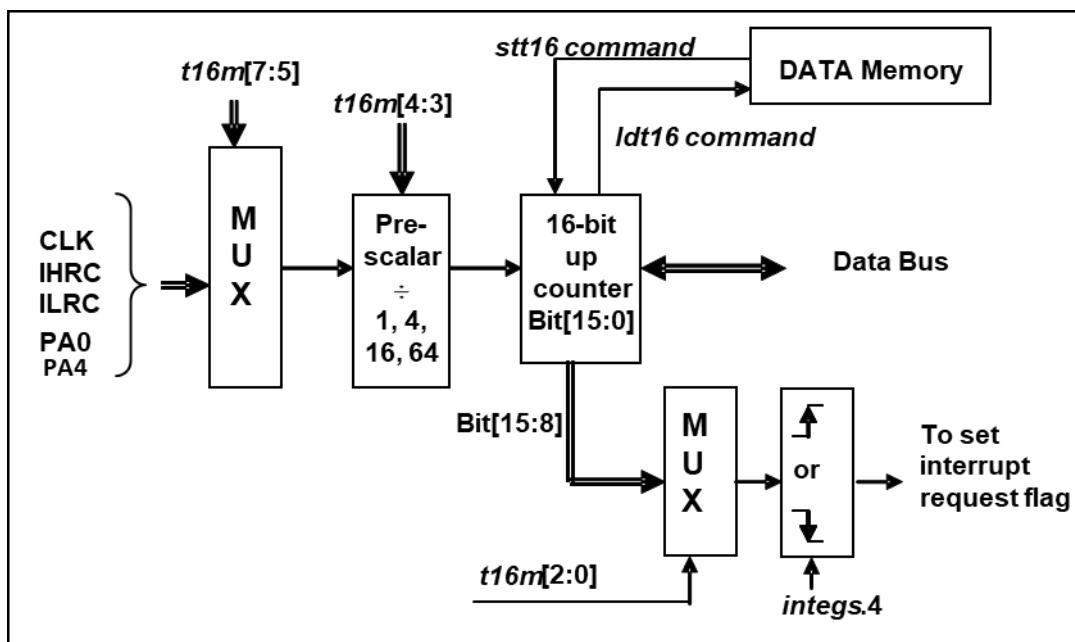

图 8: Timer16 模块框图
PMB183(B) 内置一个 16 位硬件计数器 (Timer16)，计数器时钟可来自于系统时钟 (CLK)，内部高频振荡时钟 (IHRC)，内部低频振荡时钟 (ILRC)，PA4 和 PA0。在送到 16 位计数器之前，1 个可软件程序设计的预分频器提供 $\div 1$ 、 $\div 4$ 、 $\div 16$ 、 $\div 64$  选择，让计数范围更大。16 位计数器只能向上计数，计数器初始值可以使用 *srt16* 指令来设定，而计数器的数值也可以利用 *ldt16* 指令存储到 SRAM 数据存储器。选择器用于选择 Timer16 的中断条件，无论何时发生溢出，都可以触发 Timer16 中断。计时器 16 的硬件框图如图 8 所示。16 位计数器的中断请求可以通过 16 位计数器的位[15:8]来选择，中断类型可以上升沿触发或下降沿触发，定义在寄存器 *integs.4*。